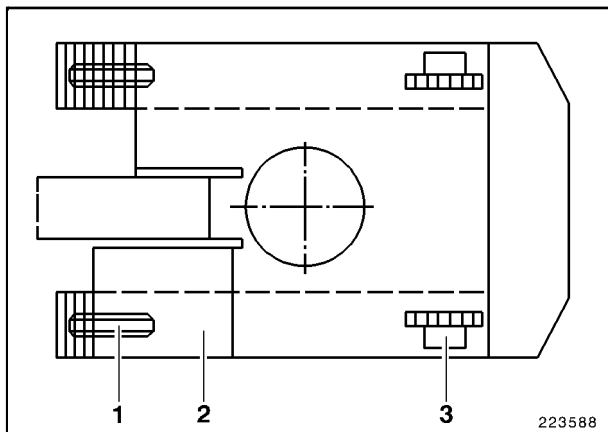

Fig. 1
La máquina está en la posición básica cuando la cabina del conductor (2, Fig. 1) se encuentra encima de la rueda de guía izquierda (1).